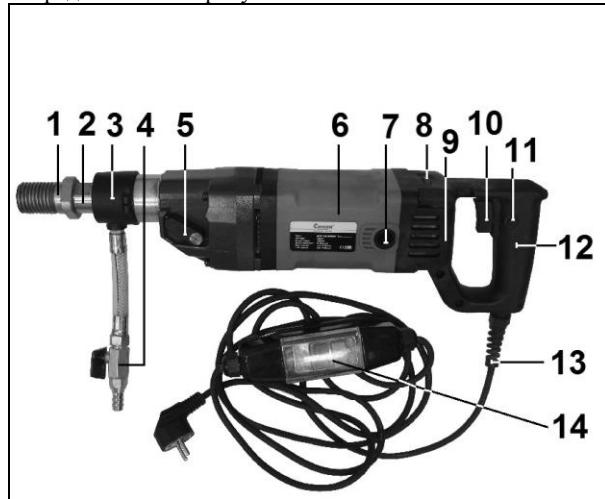

Рис. 3 Энкор ДАЭ-2 132Э (Арт. 48100)
7.1. Установка узла подачи воды и переходника (Рис. 3, 4).
- Для ДАЭ-2 132Э: Установите муфту (3), вверните в отверстие муфты (3) узел подачи воды (4). Вверните на шпindel (2) переходник (1) (Рис. 3). Убедитесь в надежности крепления переходника (1) и отсутствии внутри него стружки и строительного мусора.